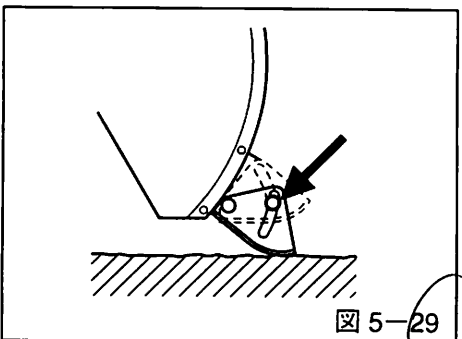

図 5-29
- 整地された路面、アスファルト路面を除雪する場合にはソリのボルトを緩めてソリを上によれば、路面ストレスまで除雪ができます。(図5-29参照)